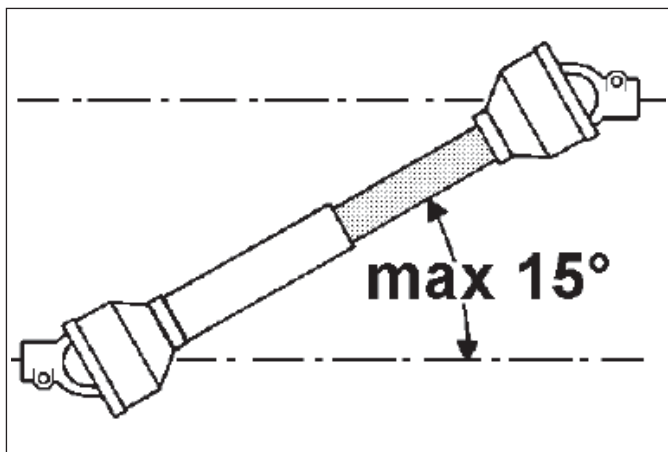

Fig. 4
Disinserire sempre la presa di forza quando l'albero cardanico fa un angolo superiore ai 15° (Fig. 4).
Déclencher toujours la Prise de Force quand l'arbre à cardan forme un angle supérieur à 15° (Fig. 4).
- Schalten Sie immer den Kraftanschluß aus, wenn die Kardanwelle einen Eck von mehr als 15° macht - siehe Bild 4.
Always disconnect the power takeoff when the cardan shaft forms an angle exceeding 15°, (Fig. 4).
Desconectar siempre la toma de fuerza cuando el árbol cardánico hace un ángulo superior a los 15°, (Fig. 4).